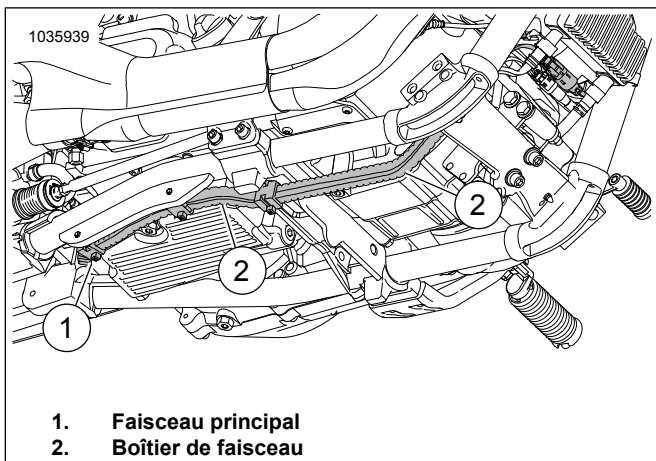

Figure 44. Boîtier de faisceau
14. Voir Figure 44. **Capteur d'oxygène avant (câble de faisceau long) :**
- Localiser le faisceau principal (1) menant au boîtier de faisceau (2).
- Acheminer le faisceau le long du boîtier du faisceau principal (2), vers le connecteur de capteur d'oxygène avant.
- Fixer le faisceau sur le côté intérieur du boîtier de faisceau (2) avec serre-câbles selon les besoins.